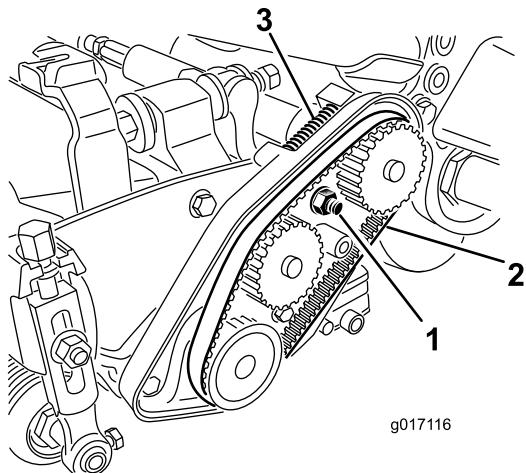

図 21
3. ベアリングハウジングのナットをゆるめる図 21。
5. 各ベルトを取り外す図 21。
12. 圧縮スプリングからベルトに適切な力が掛かっていることを確認する図 21。